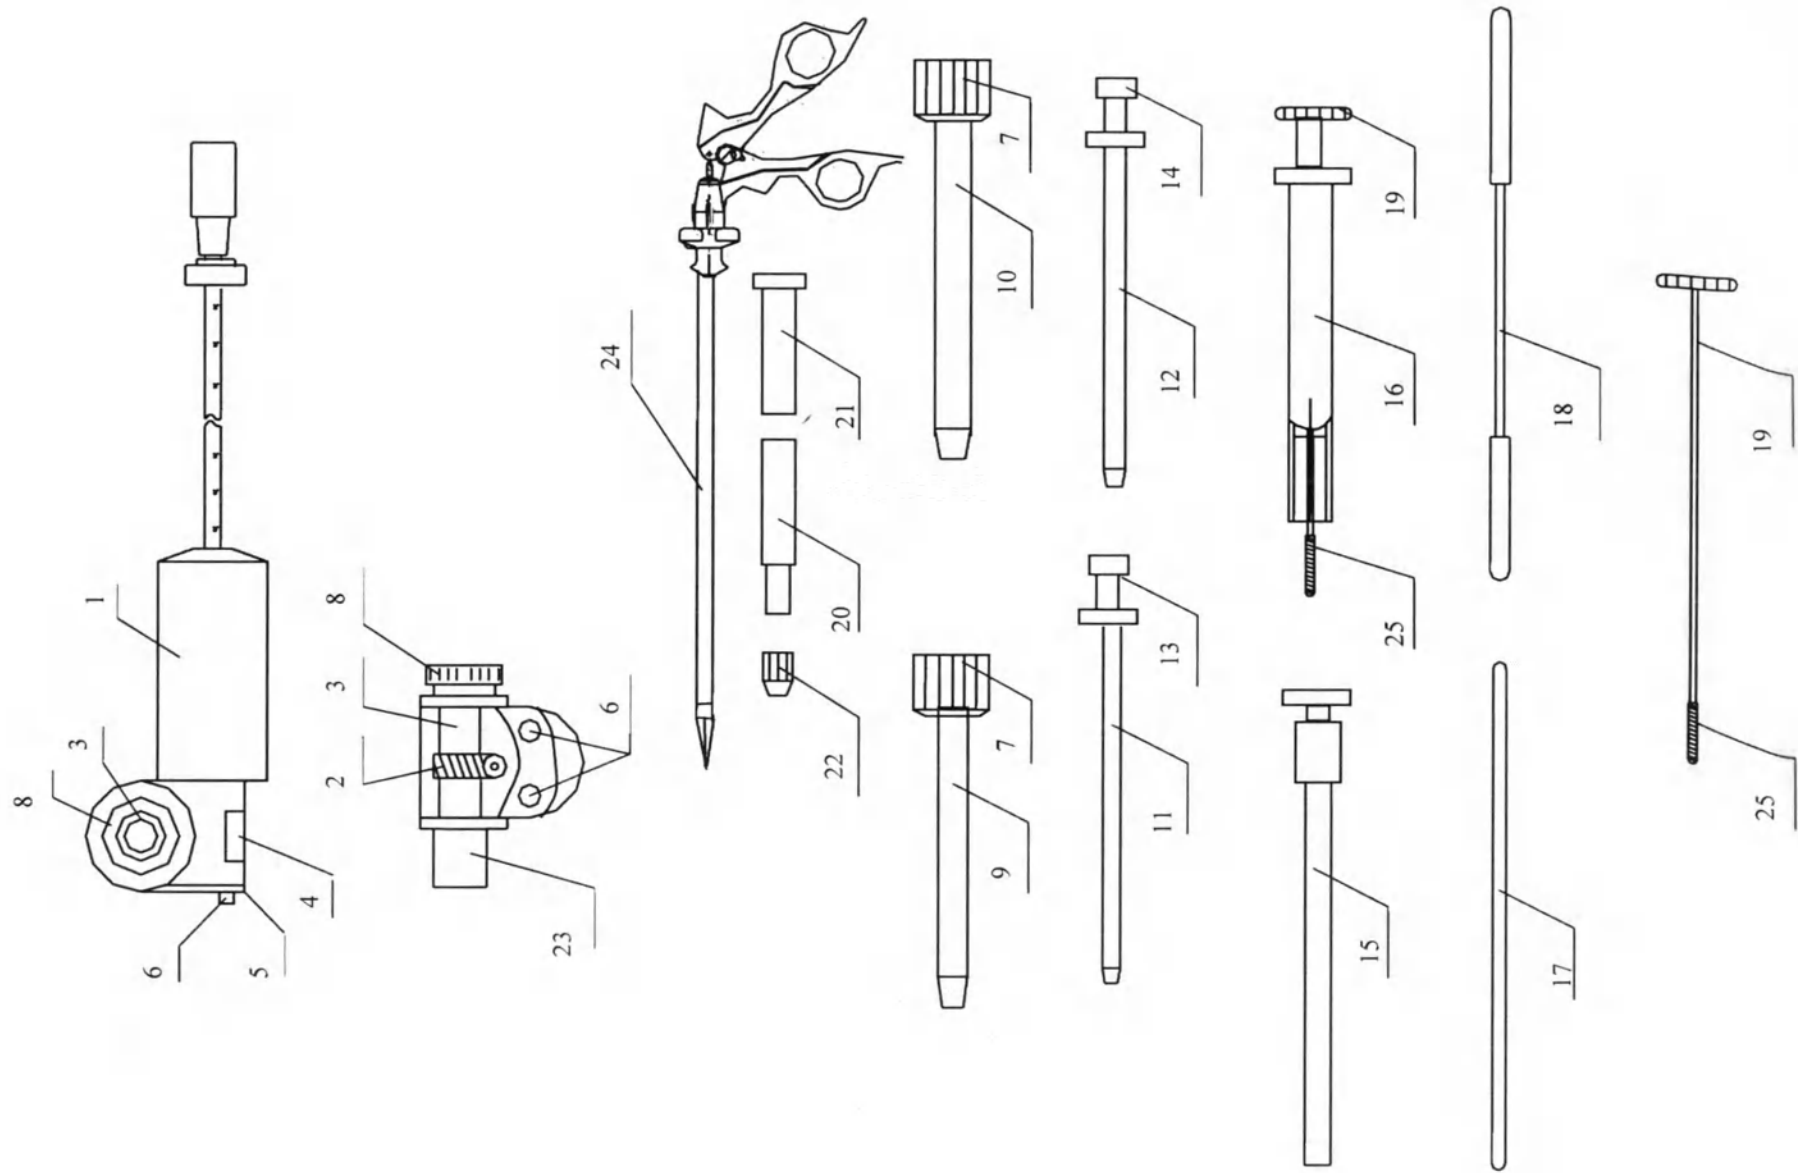

Рис. 3
- сетевой выключатель (1);
- разъем подсоединения педали ножного управления (2);
- разъем подключения сетевого кабеля (3);
- плавкие предохранители (4).
2.3. Блок редукторный и принадлежности (рис.3).